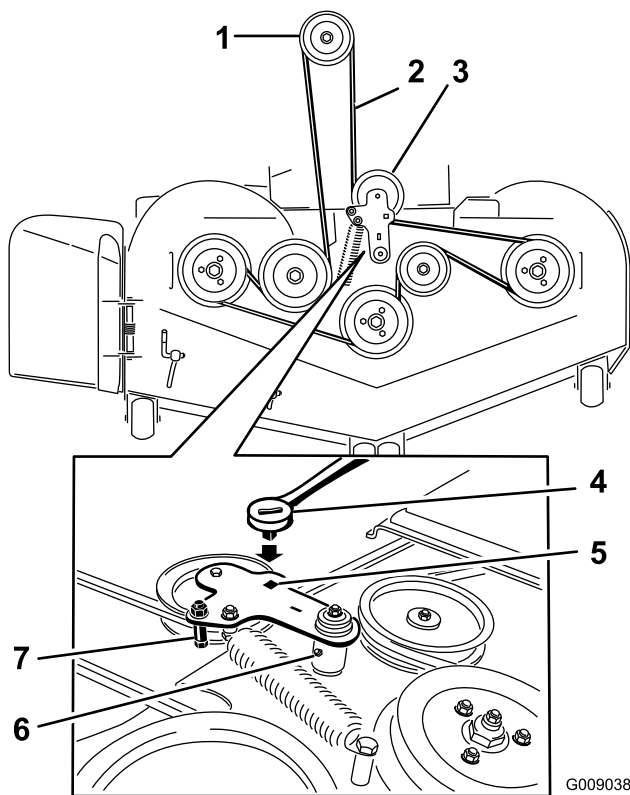
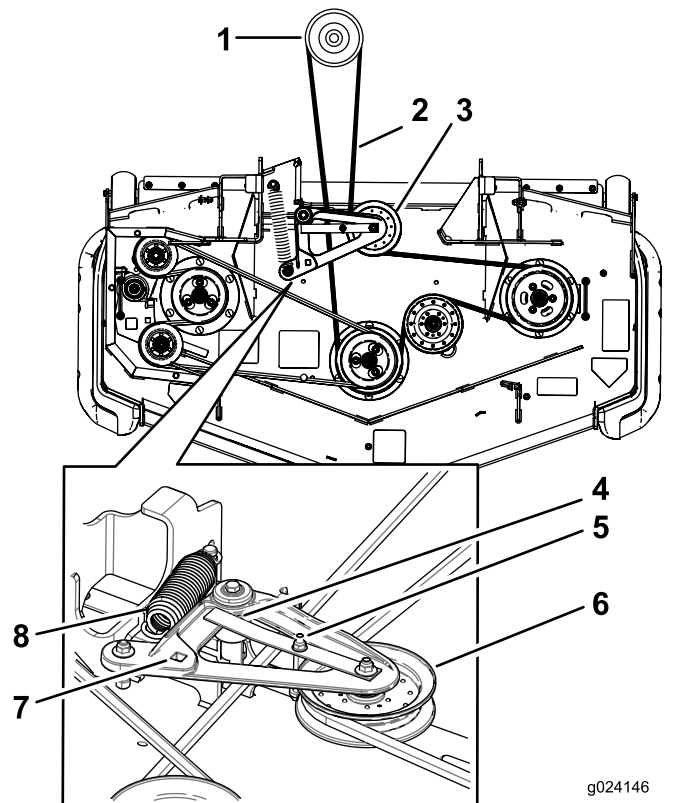

Bild 119
Bild 120
5. Heben Sie die Bodenplatte an und stecken Sie eine Ratsche in das rechteckige Loch in der Mähwerkspannscheibe (Bild 119 oder Bild 120).
6. Drehen Sie die Spannscheibe des Mähwerks nach rechts, heben Sie die Riemenführungsnase (nur Maschinen mit Heckauswurf) an und nehmen den Mähwerkriemen ab (Bild 119 oder Bild 120).